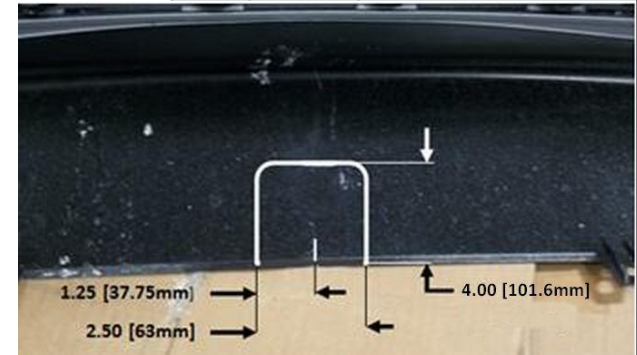

Figure 3
9. **Découpe du carénage** : Se servir de la ligne de centre marquée à l'étape 1 pour la découpe de 2,50 x 4,00 Utiliser la perceuse pour former le rayon. Voir la Figure 3.